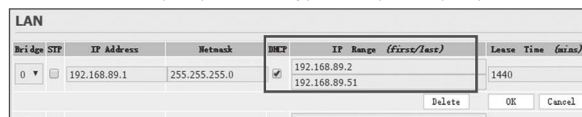

Fig. 2
5. Skontrolować, czy włączono funkcję DHCP. (Patrz Rys. 2)